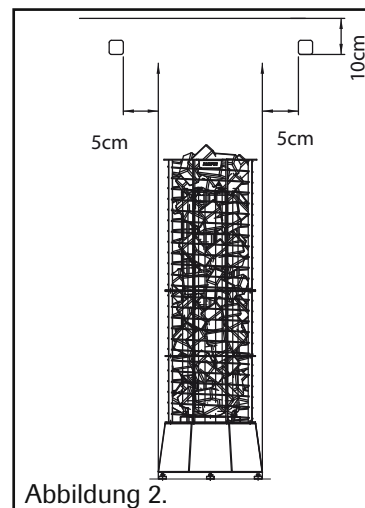

Abbildung 2.
- Montieren Sie den Sensor an der Stelle, die auf der Abbildung 2 angezeigt ist.